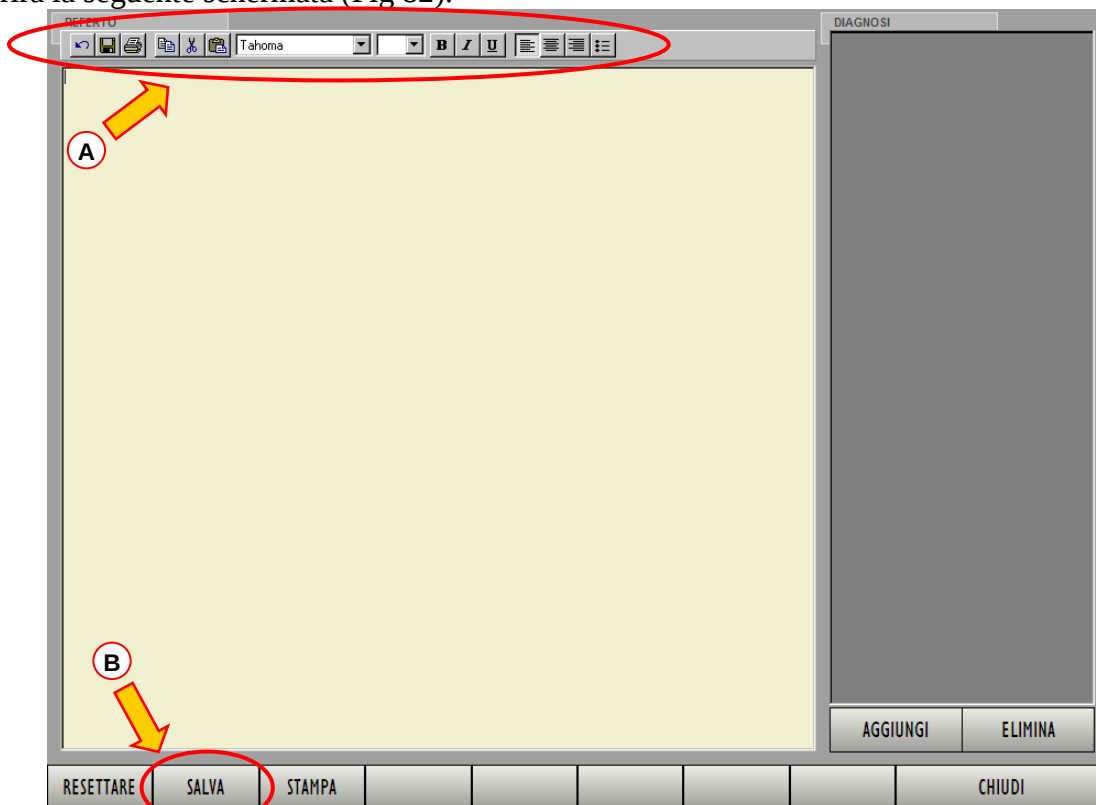
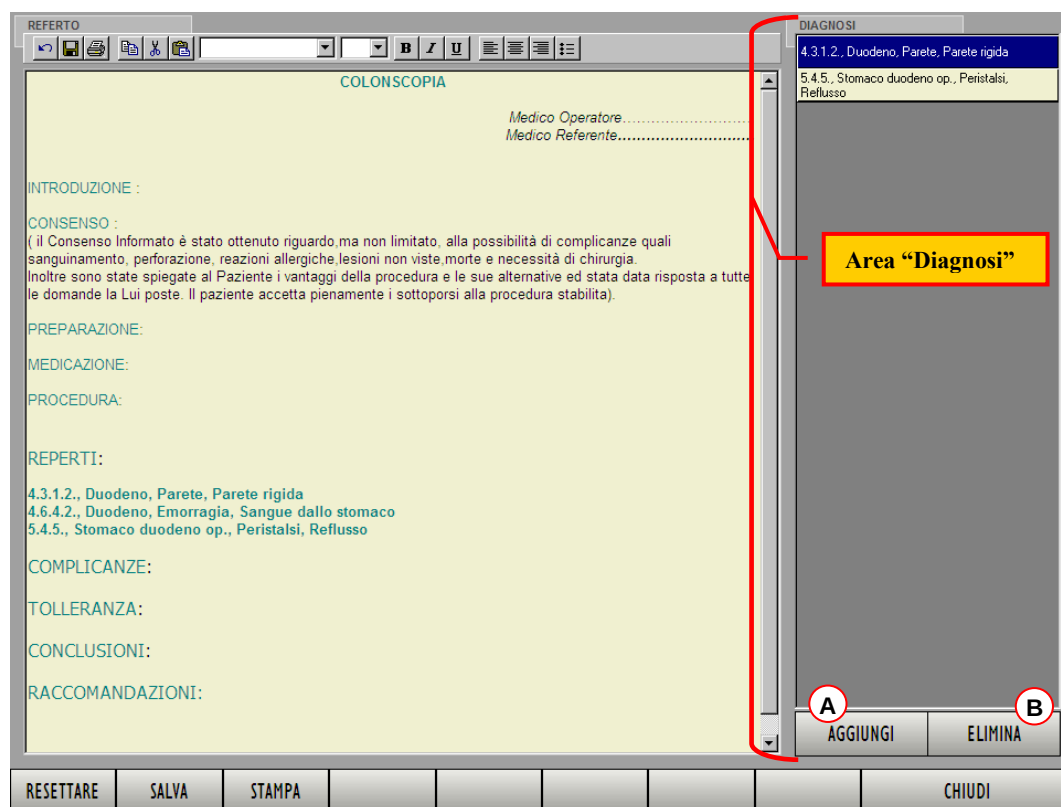

Fig 82 - Referto (schermata vuota)
Fig 85 - Codici diagnostici
Si aprirà la seguente schermata (Fig 82).
La schermata rappresentata in Fig 82 è completamente vuota perché non è stata inserita alcuna informazione. Nel caso ci siano informazioni inserite in precedenza la schermata permette di leggerle e di modificarle. Si veda la Fig 85 per un esempio di referto compilato.
La schermata “Referto” è un word processor (elaboratore di testi). Si può qui inserire qualsiasi testo usando la tastiera della workstation. I pulsanti presenti in alto a sinistra (Fig 82 A) permettono di usare le funzioni principali di formattazione del testo. Riassumiamo tali funzioni qui di seguito:
- cliccare il pulsante  presente sulla barra comandi (Fig 82 **B**).
L'area "Diagnosi" presente sulla destra della schermata "Referto" (Fig 85) permette di ricercare e inserire nel referto delle diagnosi codificate.
- cliccare il pulsante **AGGIUNGI** indicato in Fig 85 A.
- Cliccare il pulsante **ELIMINA** (Fig 85 B).